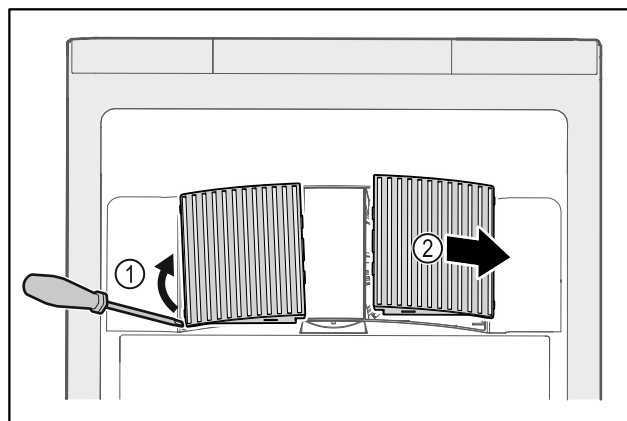

Fig. 47
- ▶ Estrarre con cautela i coperchi delle ventole dai lati Fig. 47 (1) e rimuoverli in avanti Fig. 47 (2).